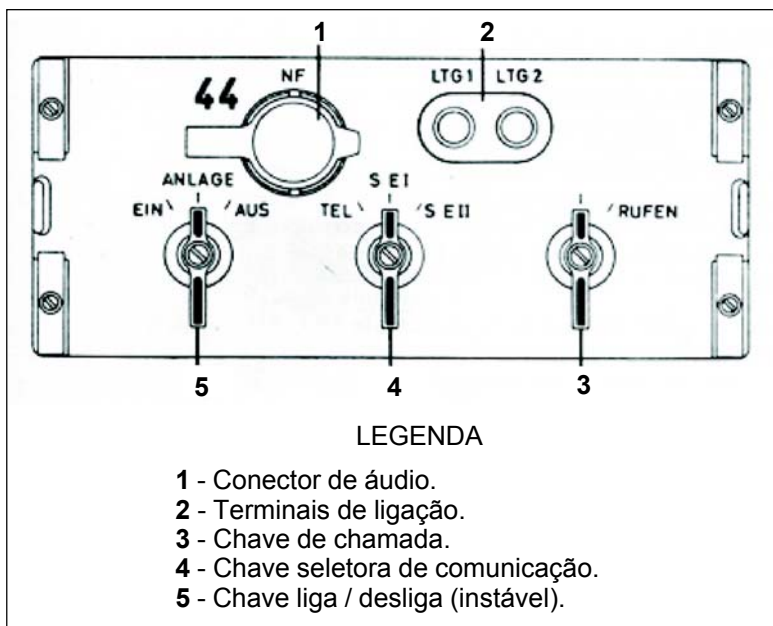

Fig 8-16. Caixa de controle remoto móvel
(2) Caixa de controle remoto móvel (Fig 8-16):